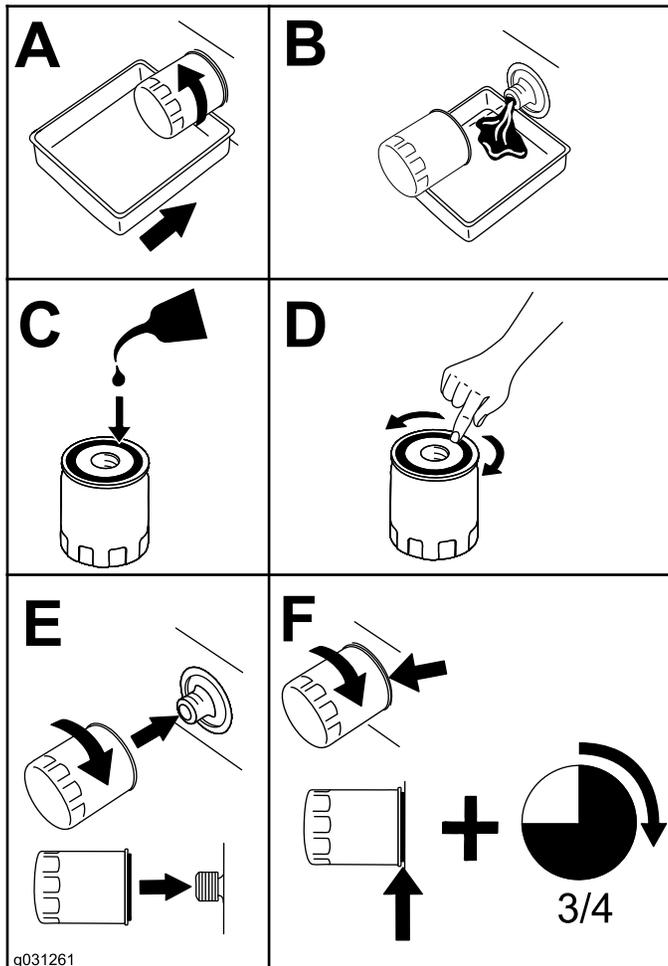

Bild 95
4. Wechseln Sie den Motorölfilter aus (Bild 95).